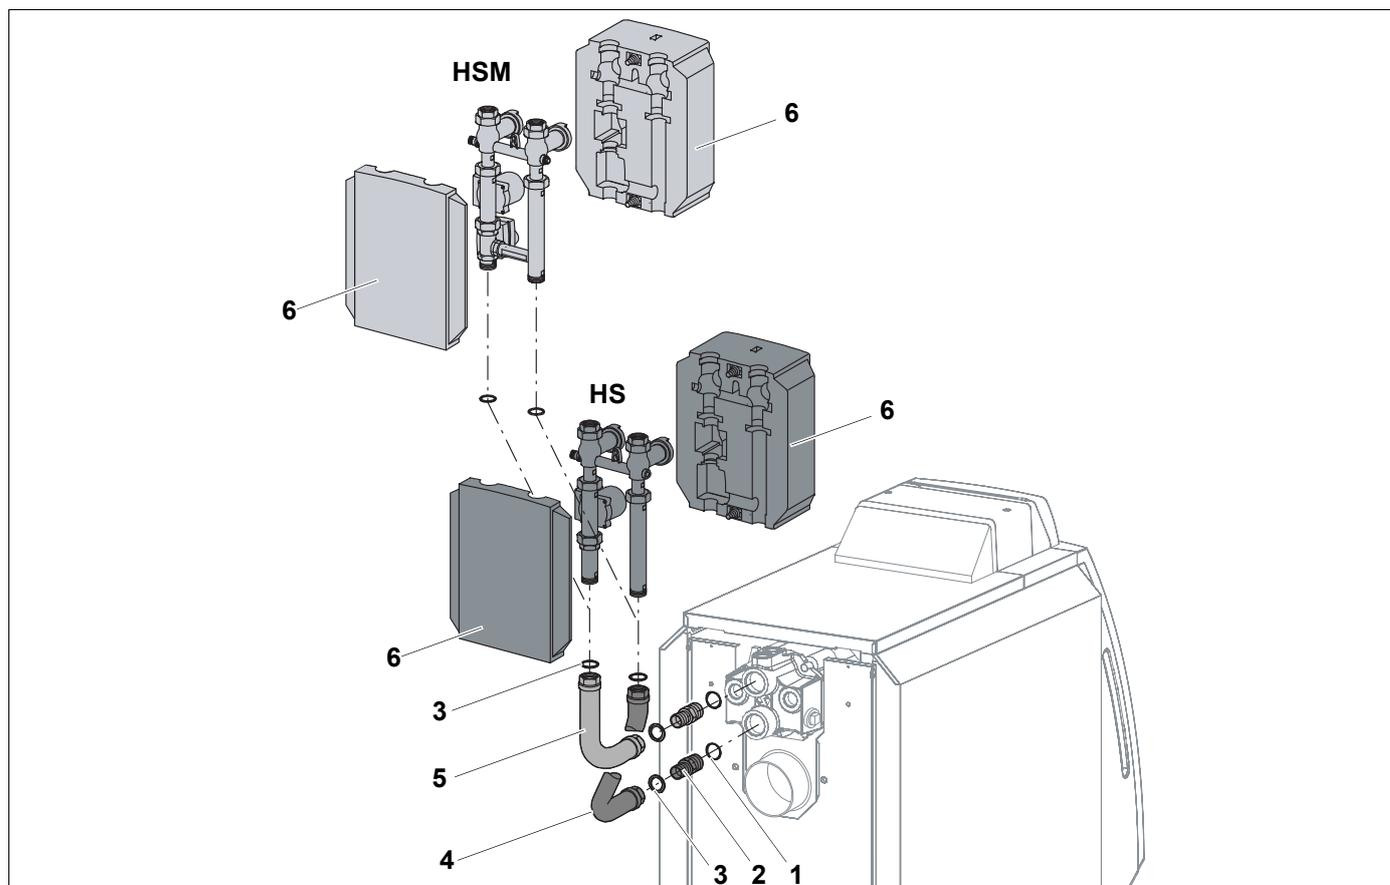

Рис. 4 Установка KAS 1 сзади котла
- Уложить уплотнения (3) в верхние резьбовые соединения вертикальных участков труб и прикрутить HS или HSM к KAS 1, как это показано на Рис. 4.
- Теплоизоляционные элементы (6) надеть с двух сторон на соответствующий комплект подключения отопительного контура и слегка закрепить пластмассовыми винтами.